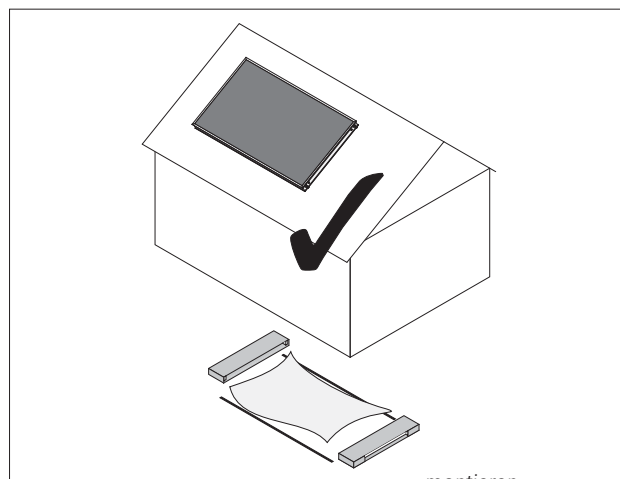

Abb. 4 Kollektor nicht mit Folie auf dem Dach montieren
- Kollektoren dürfen nicht mit Schutzfolie montiert werden (Abb. 4).